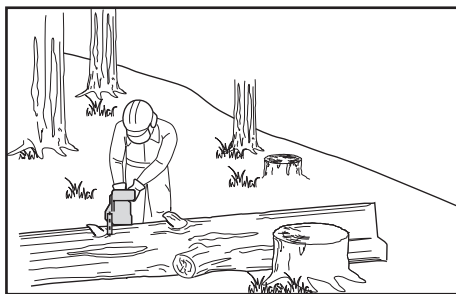

Fig. 33
4. Ao efetuar o corte transversal numa inclinação, posicione-se sobre a área mais elevada em relação ao tronco (Fig. 33). Para manter o controlo total durante o corte em todo o diâmetro, liberte a pressão de corte perto do final do corte sem deixar de segurar firmemente nas pegas do produto. Não deixe a corrente entrar em contacto com o solo. Depois de concluir o corte, aguarde que a corrente pare antes de deslocar o produto. Desligue sempre o motor antes de avançar para outra árvore.